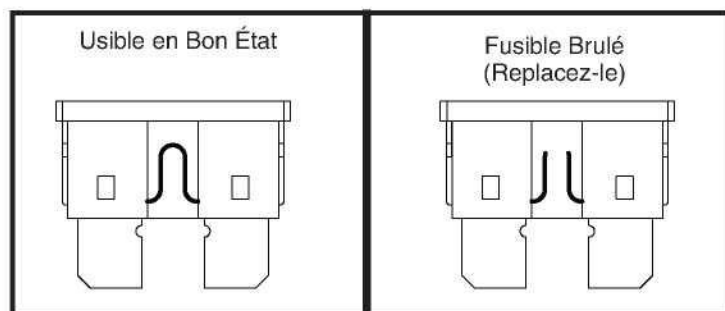

Figure 27. Le remplacement des fusibles
2. Examinez-le pour vérifier s'il est brûlé. **Voir la figure 27.**